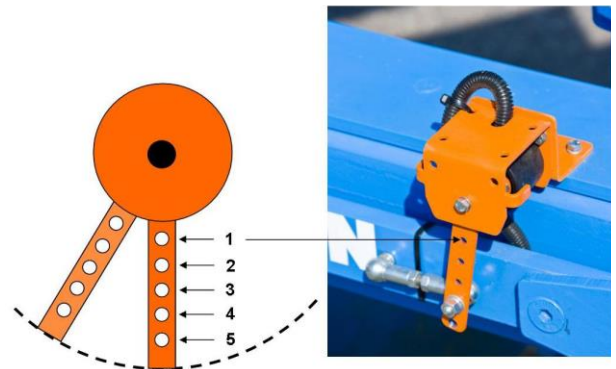

Abbildung 6 Lösser Winkelsensorarm
3. Positionieren Sie den Pflug und den Winkelsensor beide in mittlere Position. Wählen Sie, abhängig von der Reichweite des Winkelsensors, das zu benutzende Loch im Sensorarm. Siehe Tabelle 1 und Abbildung 6. Indem Sie das optimale Loch auswählen, wird ein größtmöglicher Spannungsbereich des Sensors benutzt. Jetzt kann die richtige Position des Kugelgelenks im Breitebalken bestimmt werden. Markieren Sie jetzt die Stelle, an der das Kugelgelenk zu befestigen ist. Bohren Sie hier ein Loch und schneiden Sie einen Draht mit einem Gewindebohrer.